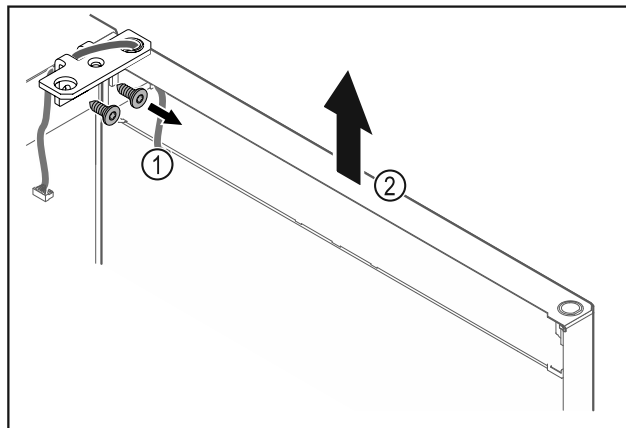

Fig. 28
- Noskrūvējiet lokāmos kronšteinus Fig. 28 (1).
- Paceliet durvis kopā ar lokāmajiem kronšteinu Fig. 28 (2) apmēram 200 mm taisni uz augšu un noņemiet tās.